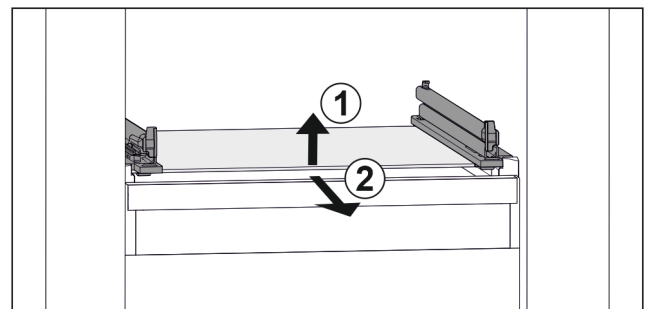

Fig. 88 Примерное отображение стеклянной пластины
- ▶ Приподнимите стеклянную пластину спереди. Fig. 88 (1)
- ▶ Извлеките стеклянную пластину движением вперед. Fig. 88 (2)